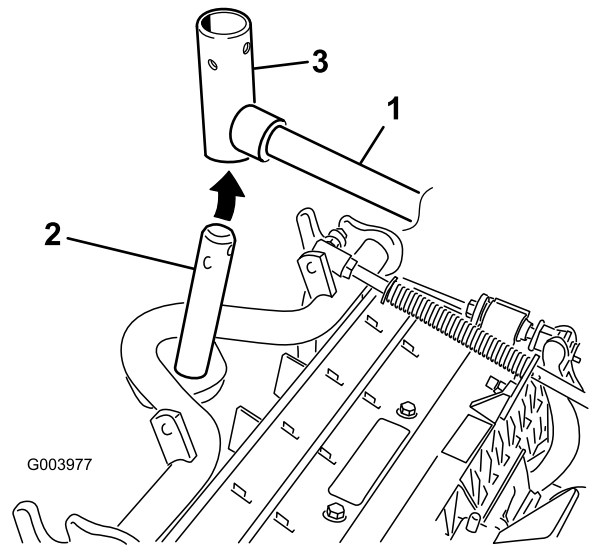

Figure 10
8. Pour les plateaux de coupe avant, poussez un plateau de coupe sous le bras de relevage tout en insérant l'arbre du bâti porteur dans la chape de pivot du bras de relevage (Figure 10).
B. Insérez la chape du bras de relevage sur l'arbre du bâti porteur (Figure 10).